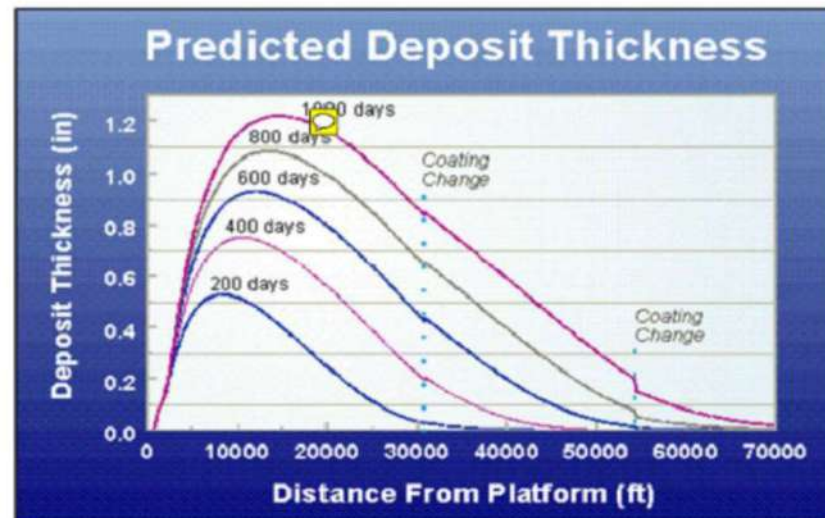

Figura 01 – Espessura de deposição ao longo de uma flowline
1) Considere o modelo de Matzain proposto e os resultados indicados na Figura 01
1) Considere os resultados obtidos através de simulação na Figura 01.